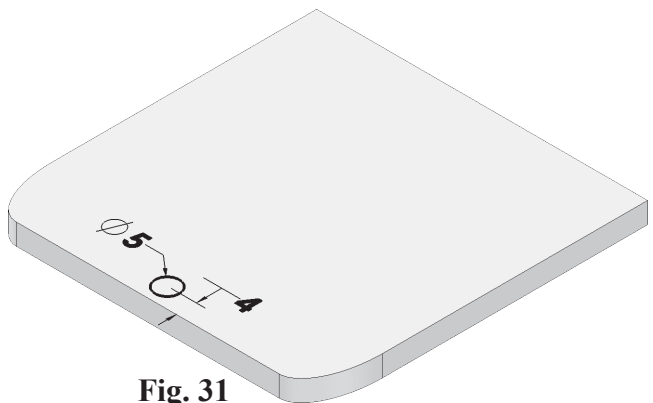

Fig. 31
Step 8. Add dimensions, Fig. 31.